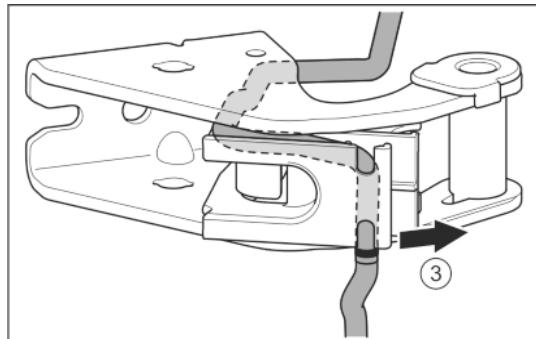

Fig. 30
- Витягніть кabel з направляючої. Fig. 30 (3)